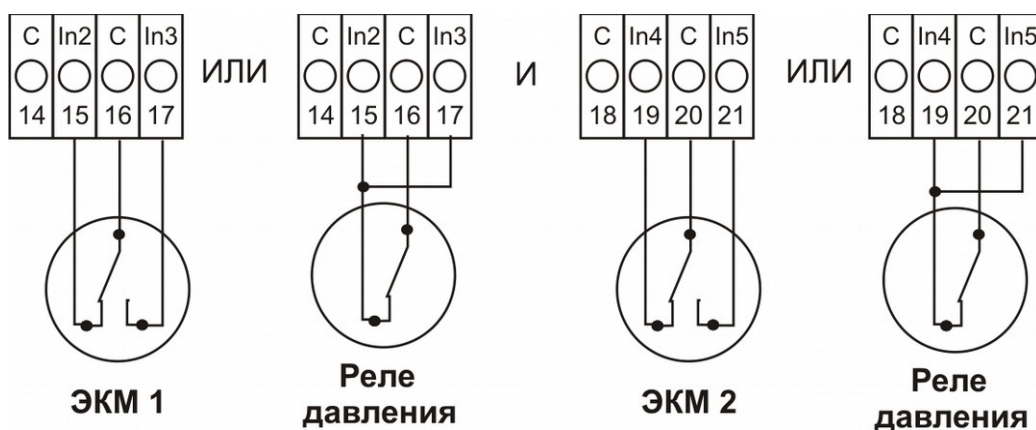

Рис. 17. Подключение контактных датчиков.
3. Подключить контактные датчики согласно Рис. 17 или датчик давления Рис. 19.
Если подключены реле давления, по схеме, приведенной в Рис. 17, тогда по достижению величины, заданной в реле давления 1, включится основной насос, а по достижению давления заданного во втором реле давления, сработает резервный/пиковый насос. Включение/выключение насосов по достижению заданных величин давления происходит с задержкой, которая программируется в параметре [A26] (0–255 секунд).